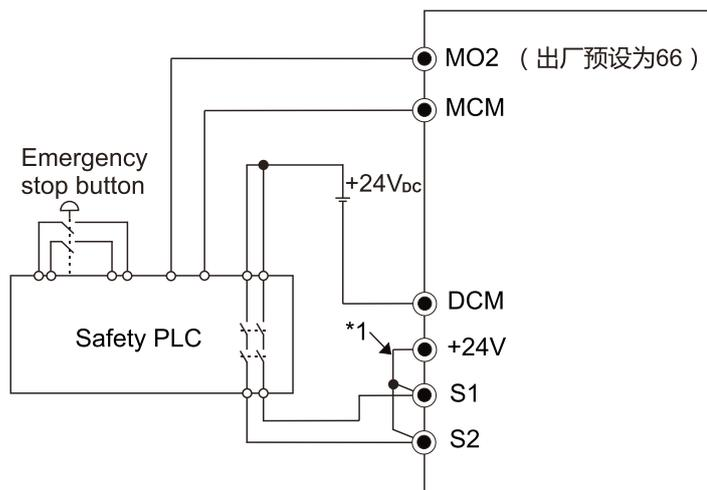

图 15-3
2. 配线如下图 15-3 所示，正常时开关 ESTOP 接点须闭合，变频器才能输出且不跳异常。